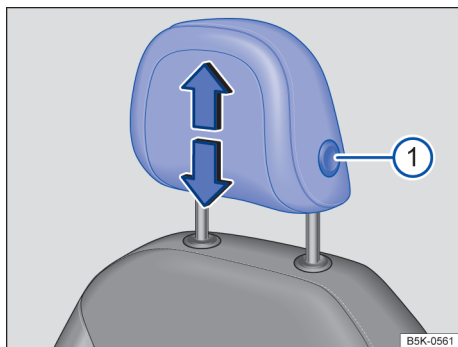
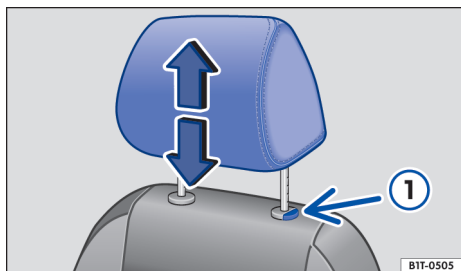

Fig. 67 Apoio para cabeça dianteiro: ajustar (variante 1).
Fig. 68 Apoio para cabeça dianteiro: ajustar (variante 2).
- Empurrar o apoio para cabeça para cima ou para baixo com o botão → Fig. 67 ① ou → Fig. 68 ① pressionado.